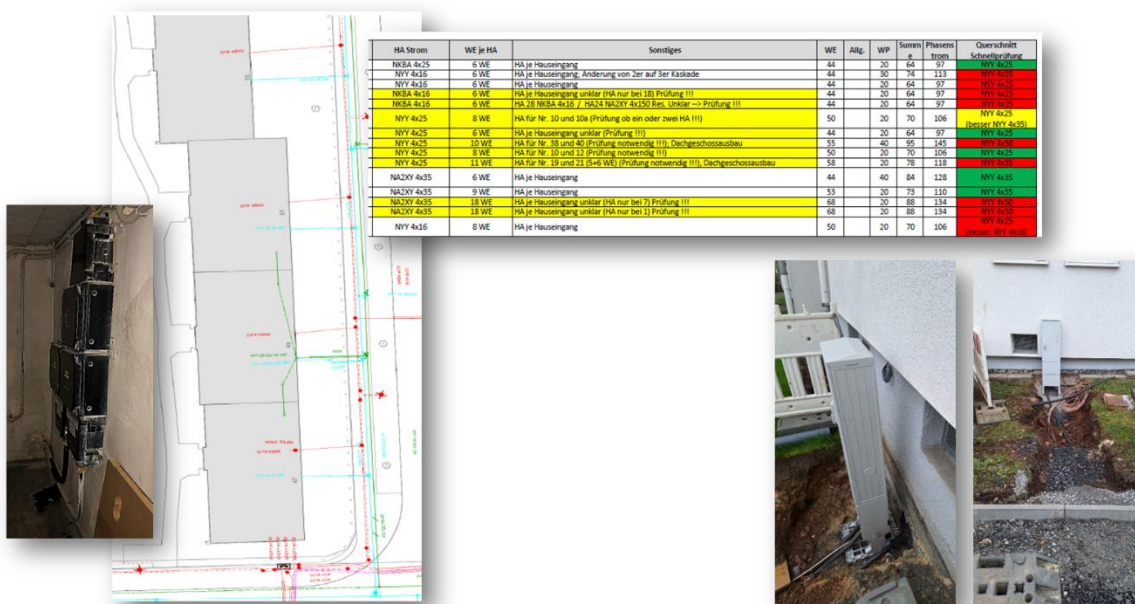

Abb. 2: Bestandsaufnahme Stromanschluss (links) und neue Anschlüsse im Außenbereich (rechts)
- Die Größe und Anzahl der bestehenden Hausanschlüsse sind zu prüfen. Somit stellen sie sicher, dass die Anschlüsse den aktuellen Anforderungen an die elektrische Versorgung gerecht werden. Sollte sich herausstellen, dass die vorhandenen Hausanschlüsse nicht ausreichend sind, könnte eine Verstärkung notwendig sein, um die benötigte elektrische Leistung zu gewährleisten. (Abbildung 2)